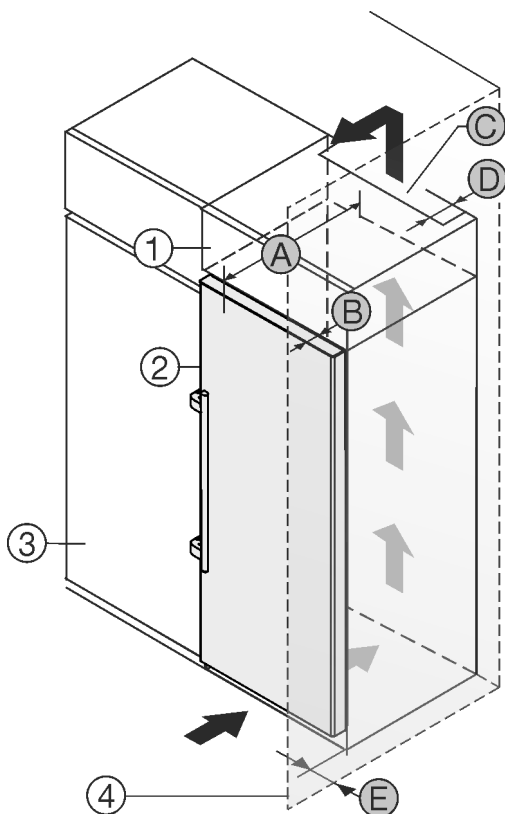

Fig. 2
Можете да поставите уреда непосредствено до кухненския шкаф Fig. 2 (3).\*
От задната страна на шкафа-пристройка трябва да има вентилационен отвор с дълбочина Fig. 2 (D) по цялата ширина на шкафа-пристройка.\*
Под тавана на помещението трябва да е спазено сечението за вентилация Fig. 2 (C).\*
Когато уредът се поставя с пантите до стена Fig. 2 (4), разстоянието между уреда и стената трябва да е поне 57 mm. Това отговаря на разстоянието, с което дръжките стърчат при отворена врата.\*
За да можете да отваряте вратата изцяло, уредът трябва да е издаден с дълбочината на вратата Fig. 2 (B) спрямо челото на кухненския шкаф. В зависимост от дълбочината на кухненските шкафове Fig. 2 (3) и използването на детайли за отстояние от стената, уредът може да излезе още по-напред.\*